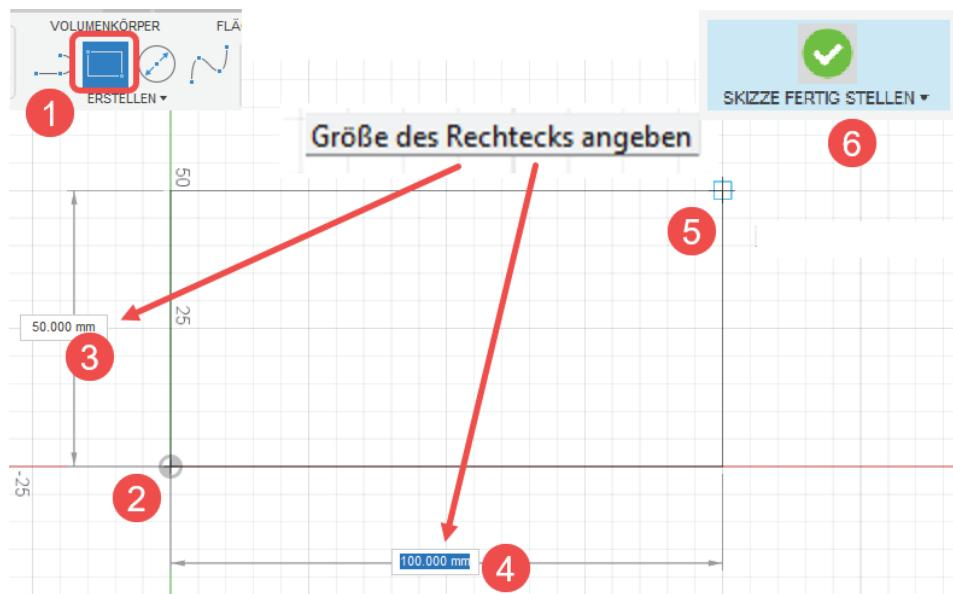

Abb. 1.12: Zeichnen eines Rechtecks
- ① Die Skizze beginnen Sie (Abbildung 1.12) mit der RECHTECKFUNKTION  aus der Gruppe ERSTELLEN und
- ② positionieren die erste Ecke per Klick auf dem Nullpunkt. Dabei rastet diese Ecke auf dem Nullpunkt ein.
- ③ Die Größe des Rechtecks können Sie über die Werteingabe für Höhe (**50 mm**) und
- ④ für die Breite (**100 mm**) bestimmen. Zwischen den Eingabefeldern können Sie mit **Tab** wechseln. Danach wird das Rechteck auch gleich mit den Maßen in x- und y-Richtung erscheinen und alle Kanten werden schwarz angezeigt. Dies ist das Zeichen dafür, dass die *Skizze* durch *Bemaßungen* und automatisch erkannten *Abhängigkeiten* wie horizontale und vertikale Lage der Kanten sowie Fixierung des ersten Punkts auf den Nullpunkt *vollständig bestimmt* ist.